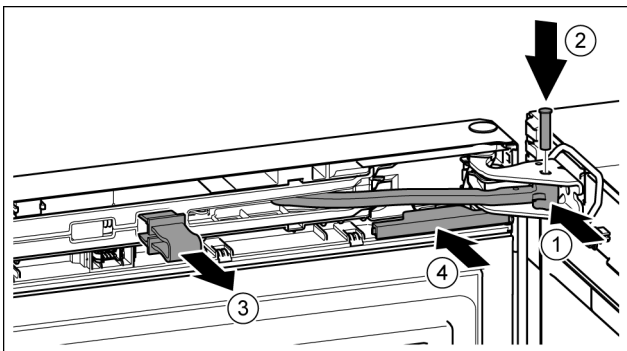

Fig. 48
- Ruotare lo snodo nel blocco di supporto. Fig. 48 (1)
- Inserire il perno nel blocco di supporto e nello snodo. Prestare attenzione che l'arresto sia correttamente in sede nella scanalatura. Fig. 48 (2)
- Togliere la protezione. Fig. 48 (3)
- Inserire spingendo la copertura. Fig. 48 (4)